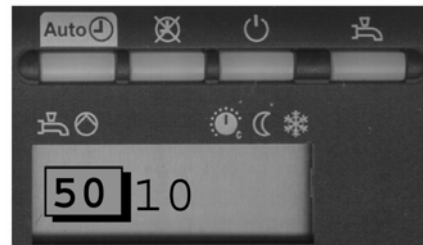

Рис. 12.1
- только в виде кода ошибки (например, 10 – рис. 12.1);